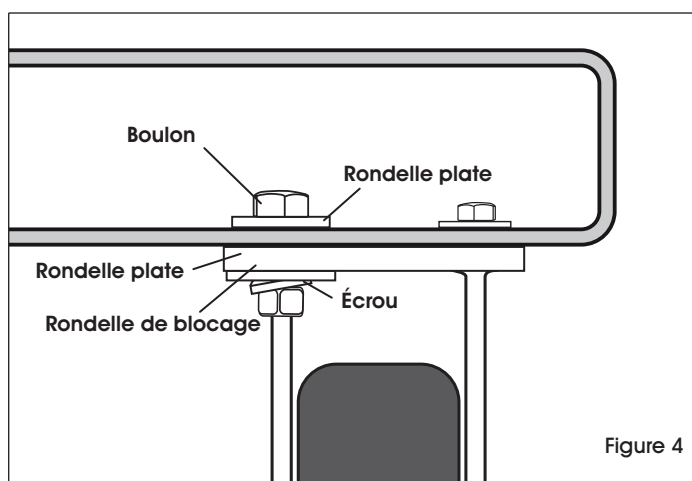

Figure 4
5. Attach casters to exposed end of each fork pocket. (See Figure 4)
5. Fixez les roulettes à l'extrémité exposée de chaque entrée pour fourche. (Voir Figure 4)